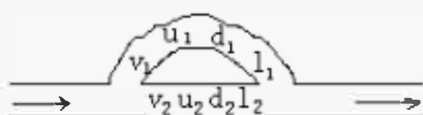

图2
30. 有一并联管路如图 2 所示, 两段管路的流量、流速、管径、管长及流动阻力损失分别为 $V(1)$ 、 $u(1)$ 、 $d(1)$ 、 $L(1)$ 、 $h(f1)$ 及 $V(2)$ 、 $u(2)$ 、 $d(2)$ 、 $L(2)$ 、 $h(f2)$ 。若 $d(1)=2d(2)$, $L(1)=2L(2)$, 则 $h(f1)/h(f2) = (E)$